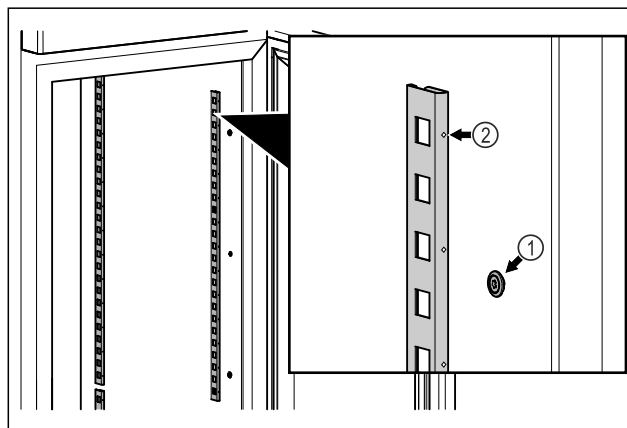

Fig. 83 Ilustrační zobrazení
- ▶ Zahákněte zářkové lišty do závěsní Fig. 83 (1). Označení Fig. 83 (2) musí směřovat dopředu.